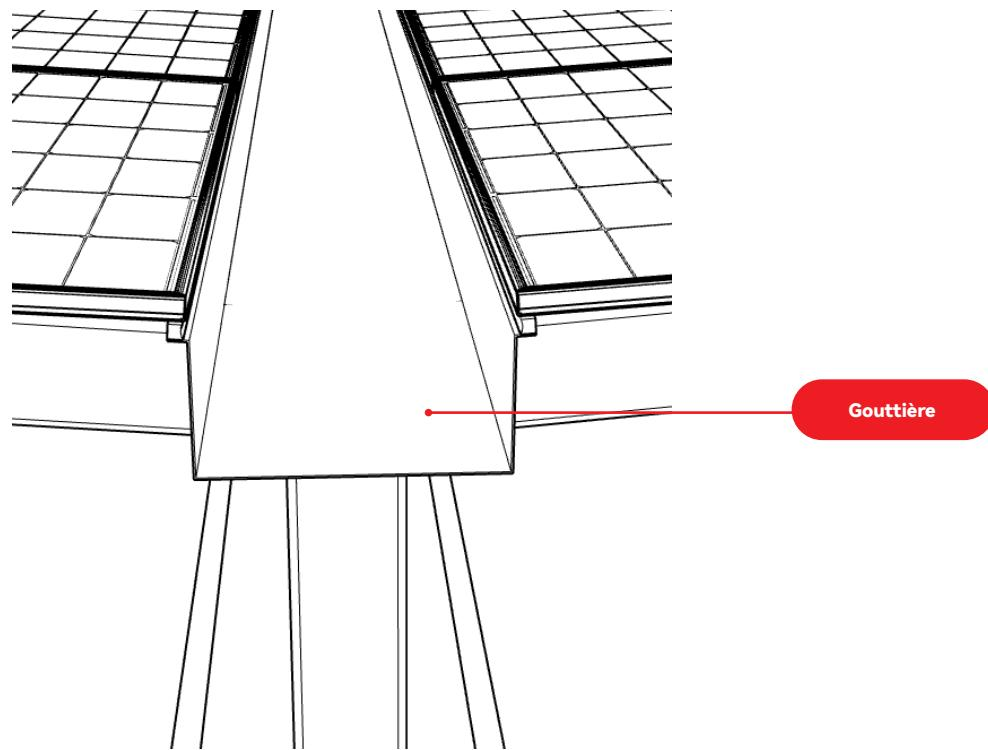

FIGURE 26
⑰ Installez la gouttière sur le faîtement (Figure 26).